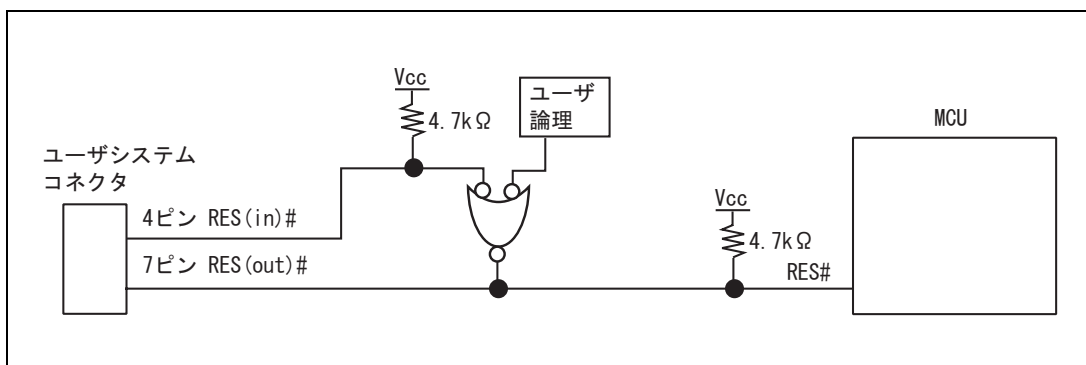

図 1.6 RES#端子の結線
- ユーザシステムコネクタの4ピンの RES(in)#端子は E10A-USB エミュレータが MCU に対して出力する信号線です。ユーザ論理のリセット回路と4ピンの RES(in)#端子を図 1.6 のようにして、MCU に接続してください。また、ユーザシステムコネクタの7ピンの RES(out)#端子は E10A-USB エミュレータが MCU の RES#端子をモニタする信号線です。プルアップの上、ユーザシステムコネクタの7ピンに接続してください。